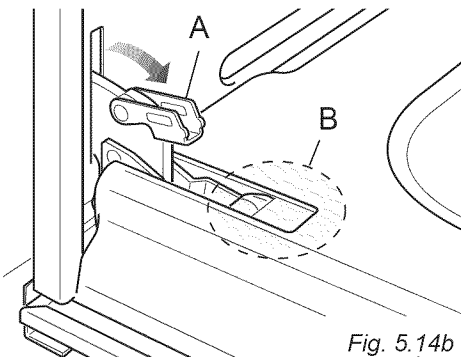
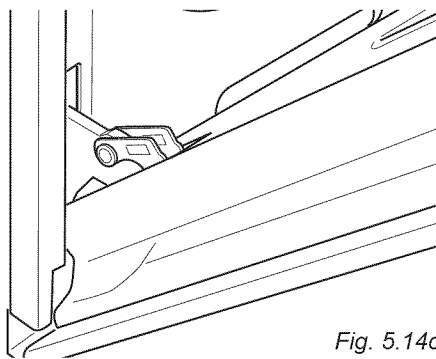

Fig. 5.14b
Fig. 5.14c
- Ouvrez complètement le levier "A" sur les charnières gauche et droite (fig. 5.14b).
- Refermez doucement la porte (fig. 5.14c) jusqu'à ce que le levier "A" des charnières soit accroché à la partie "B" de la porte (fig. 5.14b).